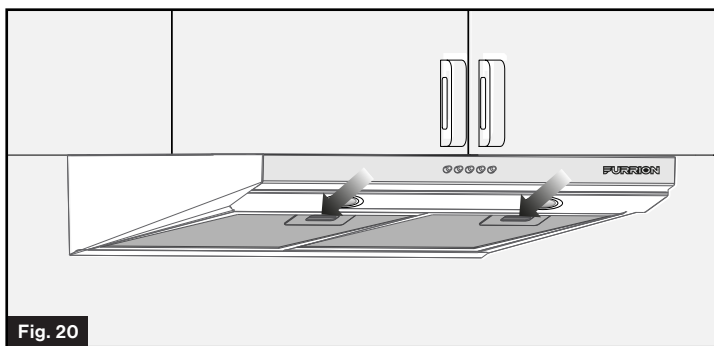
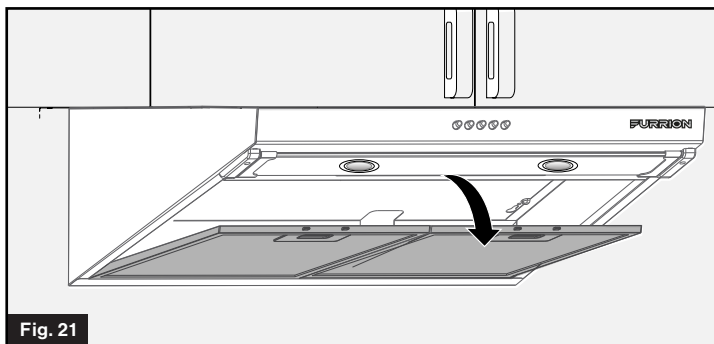

Fig. 20
Fig. 21
1. Appuyez sur les deux languettes de dégagement des filtres à graisses, puis soulevez le filtre vers l'extérieur pour le retirer, puis placez-le sur une surface plane. (Fig. 20 et Fig. 21)